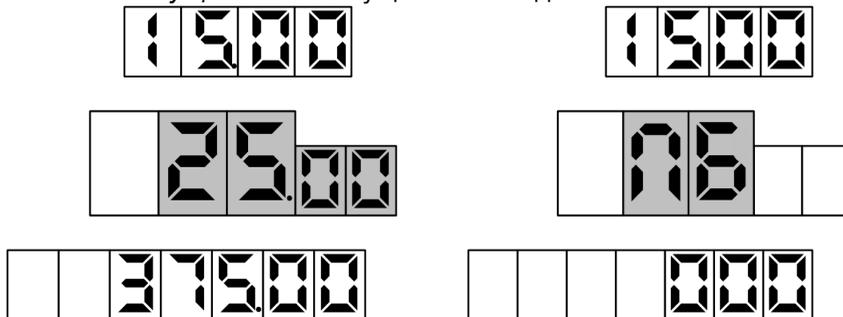

Рисунок 7
9.3 Доза задается на устройство с системы управления. Когда блок будет готов к отпуску топлива, в средней строке табло ТРК мигающими символами отобразится величина заданной дозы, а в случае отпуска "до полного бака" – символы "ПБ" (рисунок 7). Это дает клиенту удобный способ определить, когда можно начать заправку, а также убедиться, что задано именно то количество топлива, которое он заказывал. Для запуска налива необходимо снять раздаточный кран или подать команду "Пуск" с системы управления, после чего значения стоимости и объема на табло обнуляются. С этих пор на табло отображается *отпущенная* на текущий момент доза.